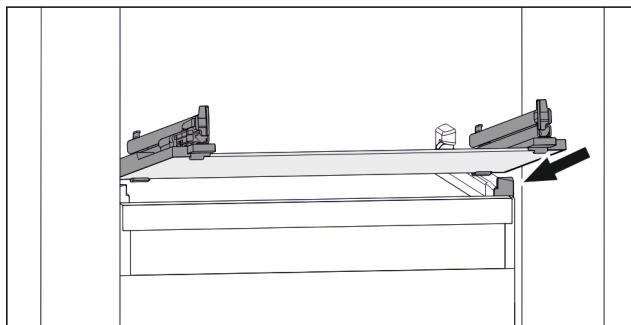

Fig. 83 Приближене відображення скляної пластини
- Встановити скляну пластину за стопорами навскоси. (див. Fig. 83)